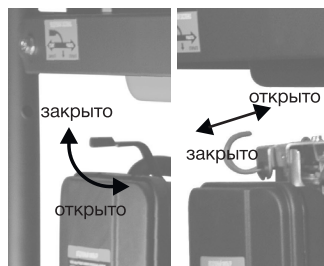

Рис. 2
7. После прогрева двигателя в течении 1-2 минут, перевести рычаг воздушной заслонки в открытое положение (Рис. 2).